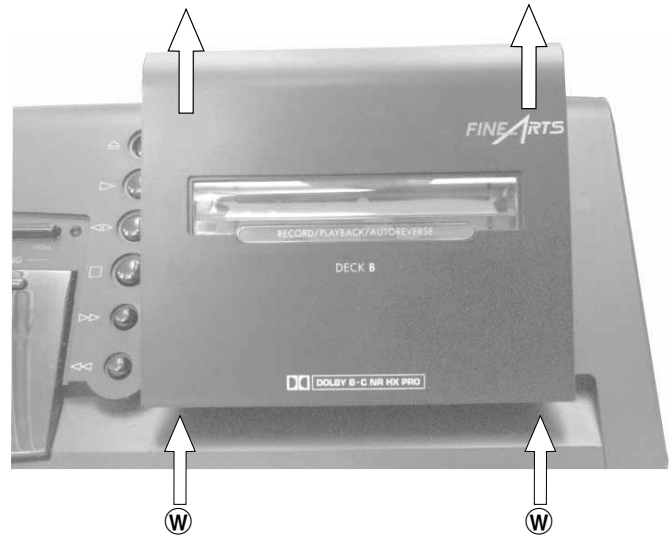

Fig. 18
- Rastnasen (W) des Cassettenfachdeckels unten austrasten und Deckel nach oben abnehmen (Fig. 18).
- Disengage the locking lugs (W) on the underside and pull the cassette compartment cover upwards to remove it (Fig. 18).